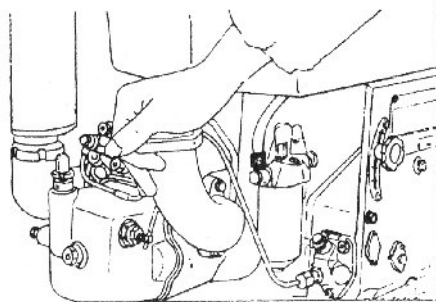

Fig. 8 Um método de parada de emergência. Bloquear o tubo de entrada do motor
2. Em condições particulares quando a parada de emergência é necessária, é recomendável soltar quaisquer conexões do tubo de combustível de alta pressão ou usar uma estopa ou toalha disponível para bloquear a entrada do filtro de ar. O motor também pode ser parado colocando o dispositivo de descompressão em ação (Fig.8).